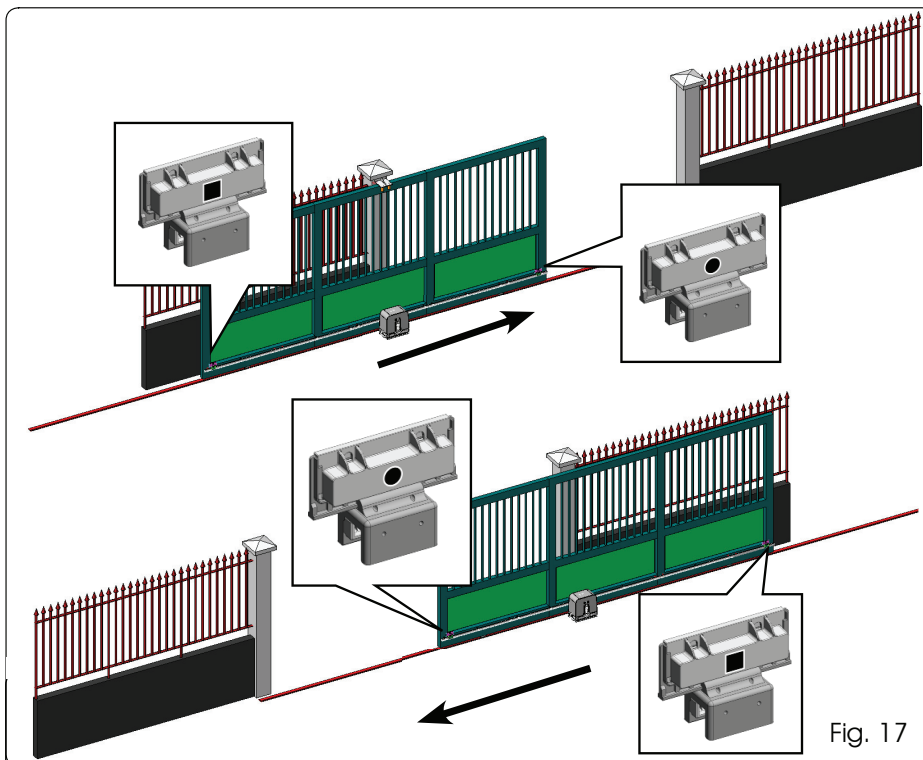

Fig. 17
2. Mettre manuellement le portail en position d'**ouverture** en laissant 40 mm de la butée mécanique de fin de course (voir Fig. 17).
(VOIR FIG.17)